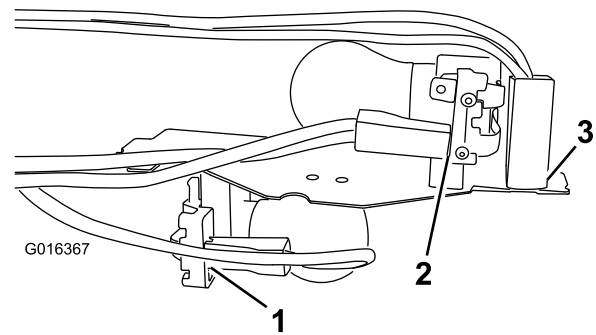

Figura 18
1. Conecte el cable blanco/verde a la lámpara del intermitente (Figura 18).
2. Conecte el cable negro a tierra y doble la pestaña 90 grados, según se muestra en Figura 18.
3. Conecte el cable rojo/blanco al lado de 5 W de la lámpara de la luz de posición (Figura 18).